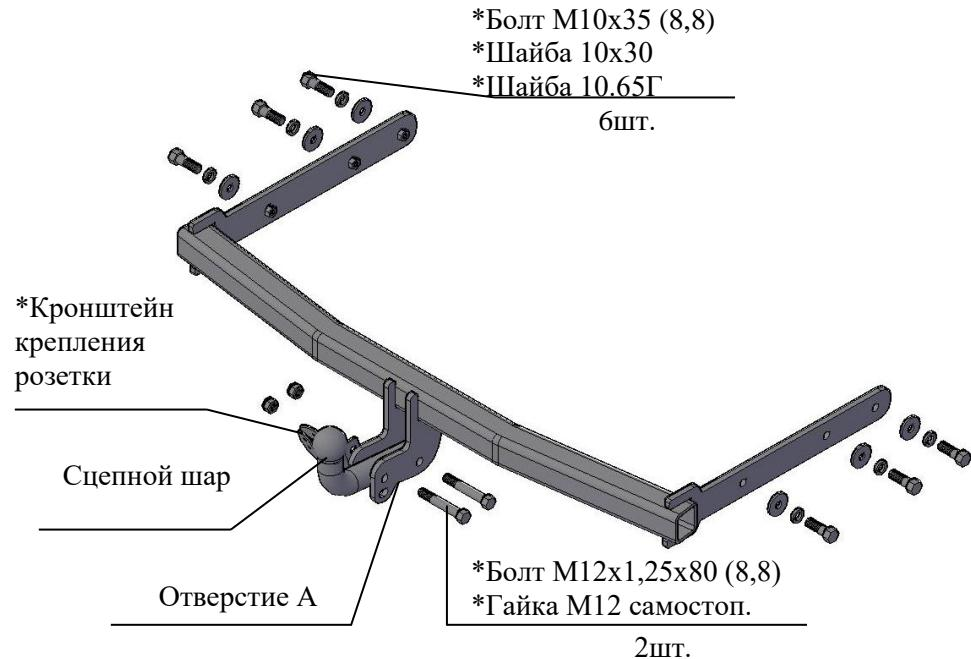

Рис.1 Тягово-сцепное устройство ТСУ 9730
2.1 ТСУ 9730 в сборе (рис.1)
2.2 Пакет с комплектующими (см. рис.1)